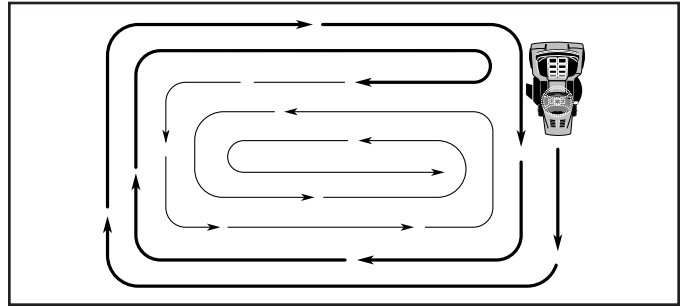

Fig. 26
- Pour tonde une grande surface, on vous conseille de commencer par tourner à droite, de façon à ce que l'herbe ne soit pas déversée sur les arbutés, les clôtures, les allées, etc. Après un ou deux tours, tondez en sens inverse en tournant à gauche jusqu'à ce que le travail soit achevé (Voir la Fig. 26).